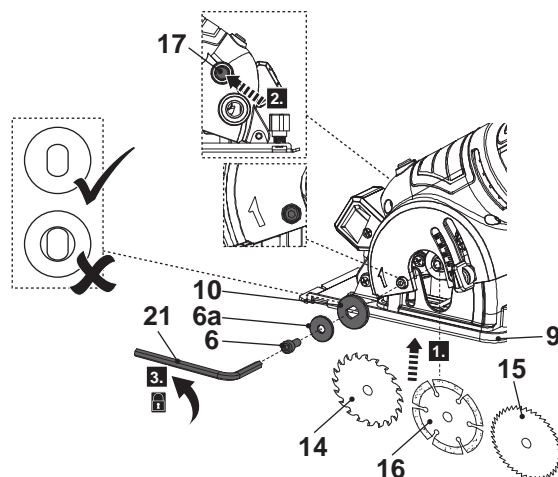

Fig. 3
7. Mantenga la placa base (9) presionada hacia arriba e inserte una hoja de sierra adecuada en la ranura de la placa base (9) y colóquela en la brida de soporte del husillo (Fig. 3, paso 1).
9. Suelte con cuidado la placa base (9) hasta su posición inicial.
10. Asegure la hoja de sierra con la brida de bloqueo (10), la arandela (6a) y el perno de bloqueo (6), cerciorándose de que la brida de bloqueo (10) esté orientada correctamente. Bloquee el husillo pulsando el botón de bloqueo del husillo (17) (Fig. 3, paso 2) y apriete el perno de bloqueo (6) en sentido contrario a las agujas del reloj con la llave hexagonal proporcionada (21) (Fig. 3, paso 3).